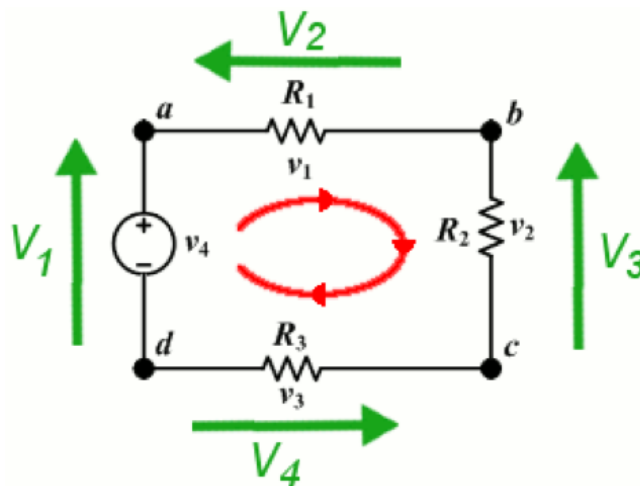

FIGURE 12: Exemple d'application de la loi des mailles
■ **Exemple** Dans le Figure 12, la loi des mailles nous donne :